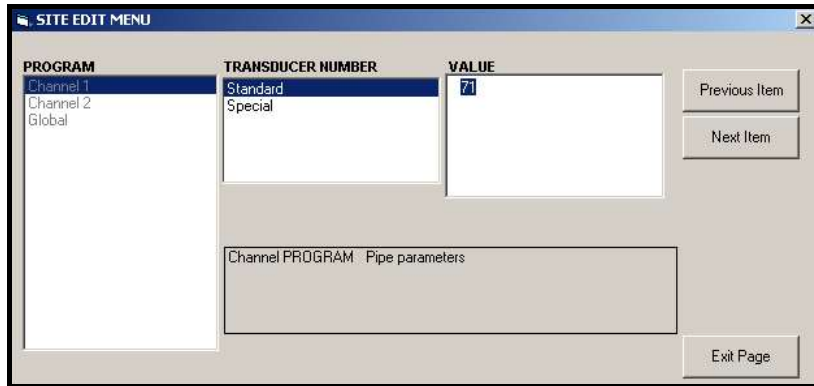

Figura 42: Opción de parámetros de la tubería en el Menú de edición del sitio
- a. Resalte y haga doble clic en la opción deseada en el panel central. La *Figura 42 en la página 77* muestra la primera entrada (Número de transductor) en la opción *Parámetros de la tubería*. El título sobre el panel central mostrará la entrada actual, mientras que el panel central mostrará las selecciones disponibles para esa entrada.